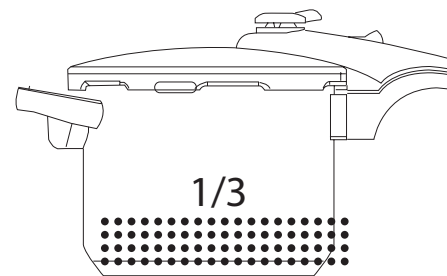

Fig.2c
- Alimentos que se expanden, tales como arroz o legumbres, no debe superarse el 1/3 del volumen de la olla (Fig. 2c).